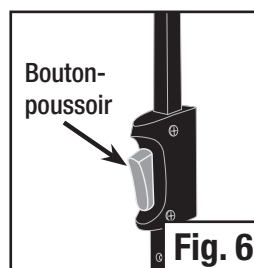

Fig. 6
- Ajustez l'abri à la hauteur désirée jusqu'à ce que les boutons-poussoir s'enclenchent correctement tout en s'assurant que les six poteaux sont égaux. (Fig. 6 & 7)